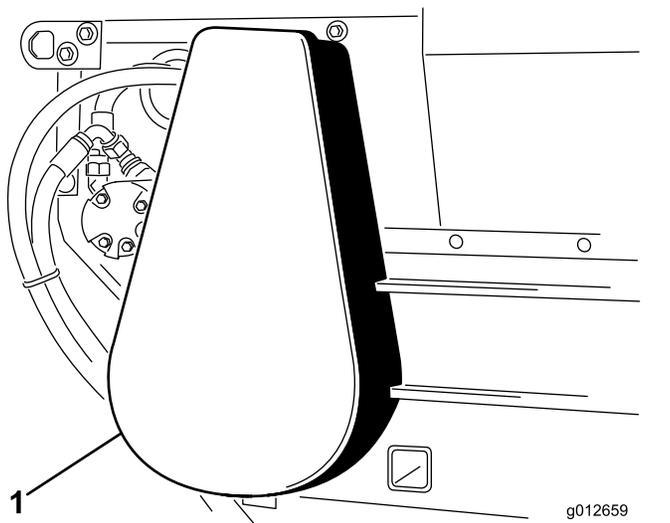

図 18
2. チェーンカバーを取り外す **図 18**。
6. チェーンカバーを取り付ける **図 18**。